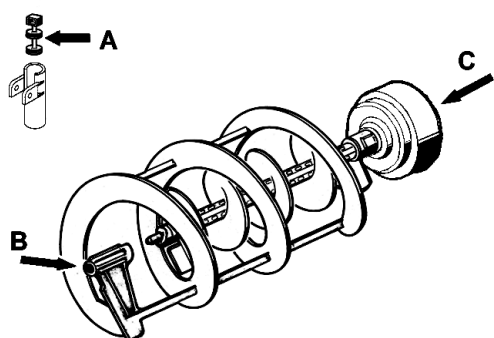

figura 14
**2** Lubricar el pistón grifo, el rascador interior (en los puntos A, B y C indicados en la (ver figura 14) utilizando solamente la grasa suministrada por el fabricante u otro grasa para uso alimenticio.